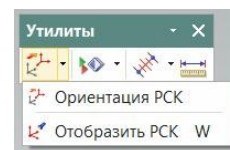

рис.13
- Повторим: включение или выключение **видимости** РСК осуществляется из панели инструментов «Утилиты» командой **Отобразить РСК** (рис.13).